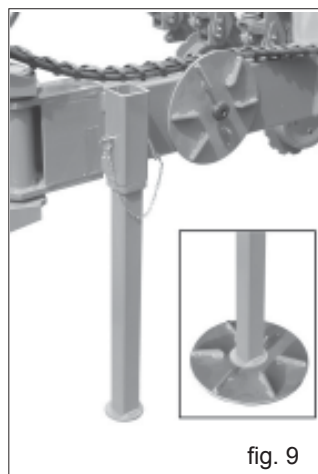

fig. 9
- 1) Bajar los pies de apoyo (Fig.9).